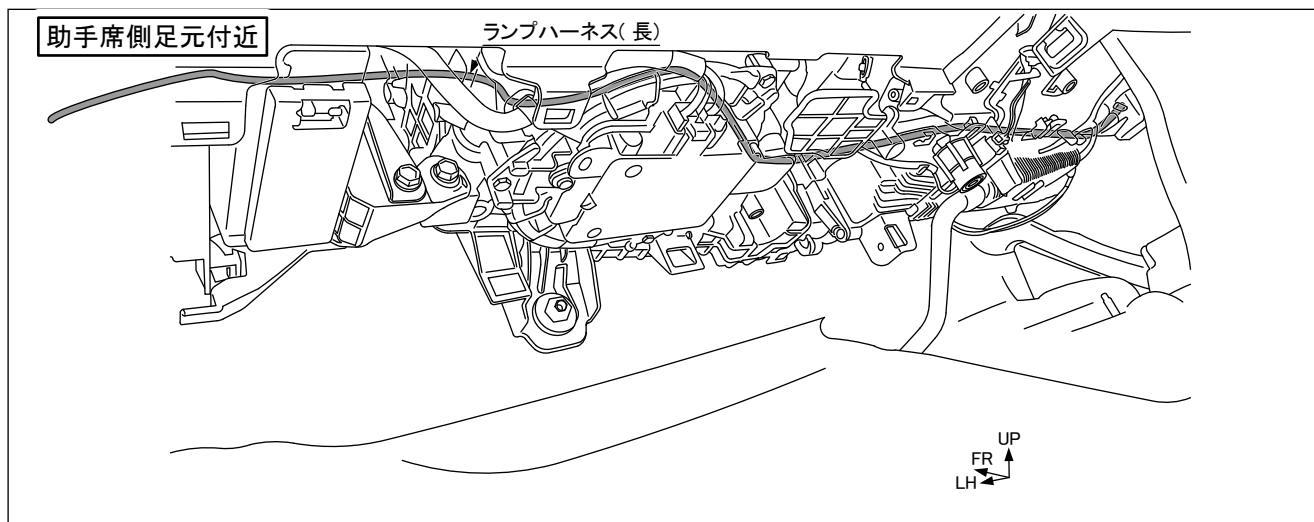

図18 グローブボックス下
15. ③ハーネスのランプハーネス(長)を図18のように配線し、◀位置(3ヶ所)で④結束バンドにて車両ハーネスと車両部品に固定する。